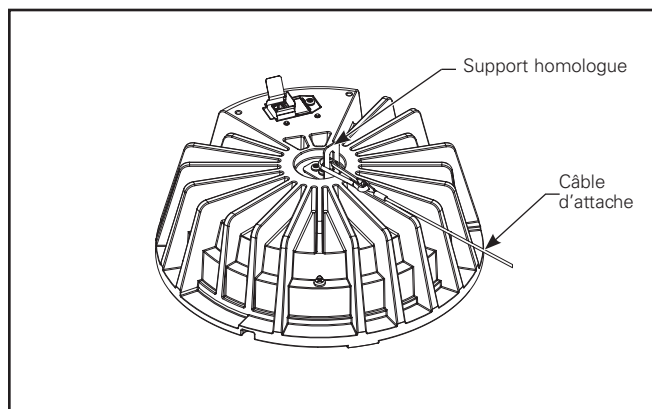

Figure 10.
6. Pour les modèles de cylindres HCC8, fixez le câble d'attache au module en utilisant le support fourni et la pince à ressort à l'extrémité du câble d'attache (Figure 10.).